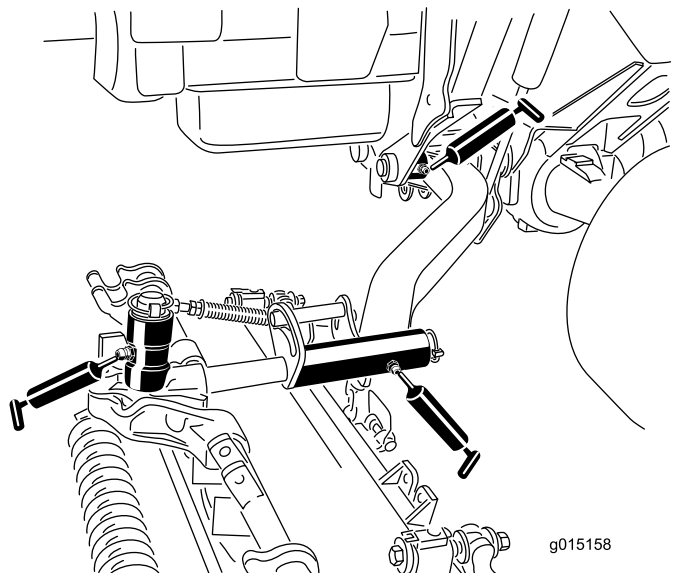

Figura 50
- Boccole girevoli (1 per piatto di taglio) del braccio di sollevamento (Figura 50).
- Telaio portante dell'apparato di taglio (2 per apparato) (Figura 50)
- Perno del braccio dell'apparato di taglio (1 per apparato) (Figura 50)